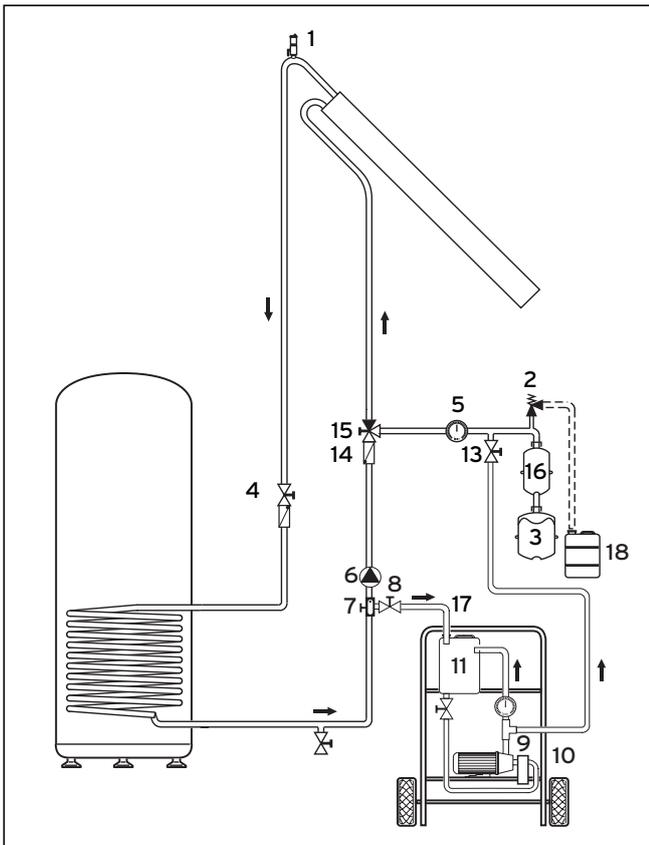

Abb. 6.3 Inbetriebnahme des Gesamtsystems/Solarkreis abdrücken, spülen und befüllen
- Füllen Sie den Solarkreis zur Druckprobe zunächst bei ausgeschaltetem Gerät mit Solarflüssigkeit. Zum Füllen des Solarkreises ist eine selbstansaugende Pumpe mit einem Druck von 200 bis 300 kPa erforderlich. Gehen Sie wie folgt vor (siehe Abbildung 6.3):
Das Spülen erfolgt bei ausgeschaltetem Gerät vom Füllanschluss über den Kollektor hin zum Speicher. Gehen Sie dabei wie folgt vor (siehe Abbildung 6.3):
Wir empfehlen auch hier die Vaillant Befülleinrichtung. Gehen Sie wie folgt vor (siehe Abbildung 6.3):